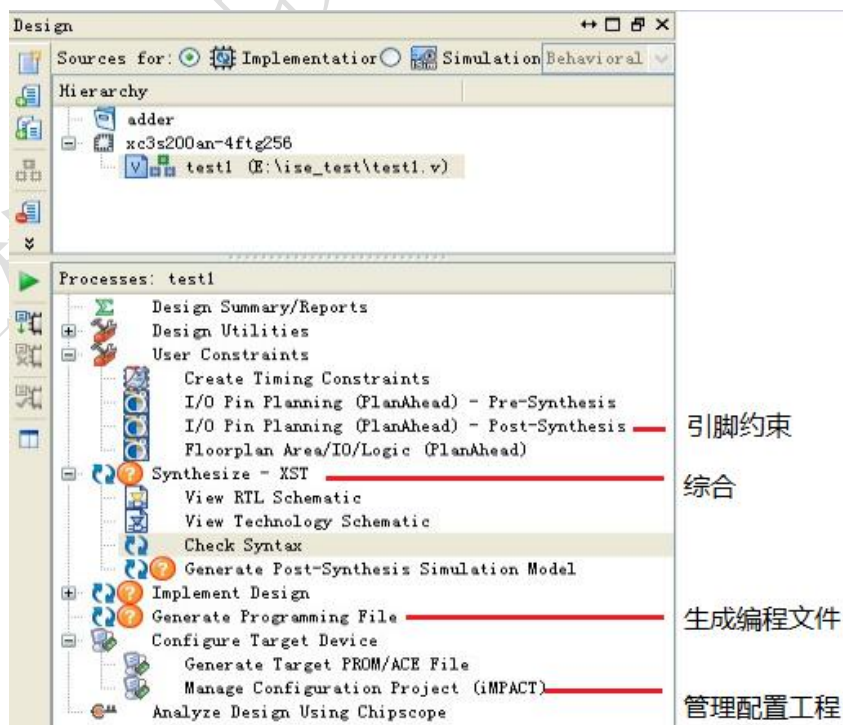

图 1-9
10、点击 ISE 左边 Design 对话框中的 Implementation 的 xxx.v 的文件，在 Processes 中双击综合工具（Synthesize-XST）如图 1-9：